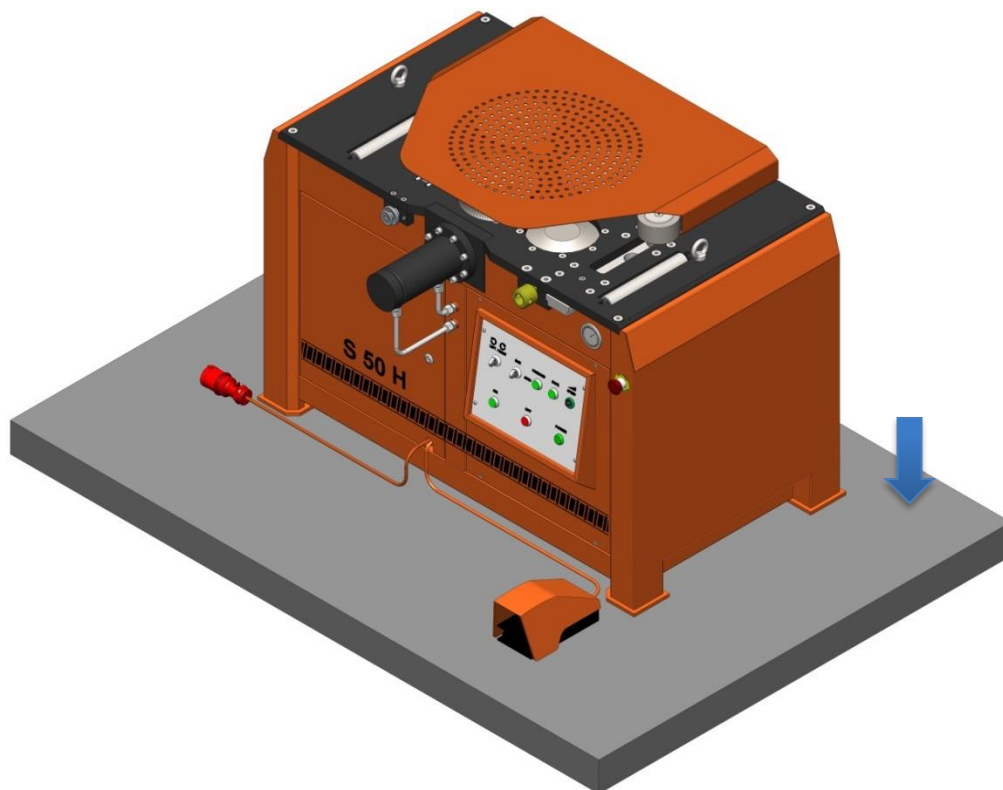

Рис. 2: Выравнивание станка на твердом грунте.
- Станок должен быть выровнен на твердой и ровной поверхности. Рис. 2: